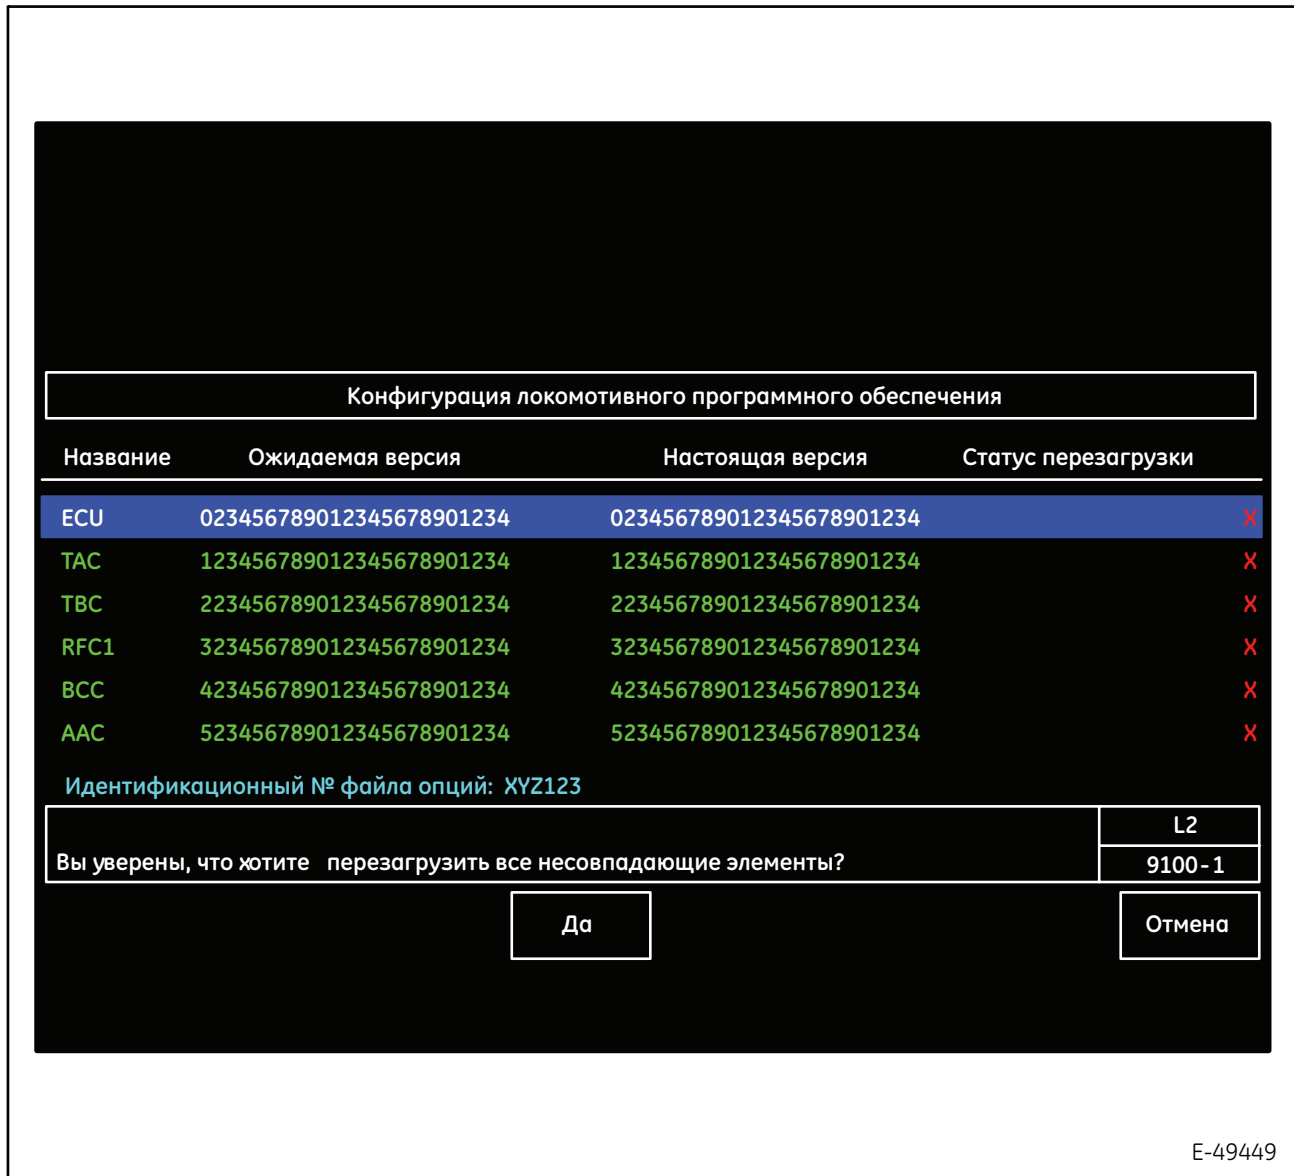

Рисунок 57. Типовой экран подтверждения конфигурации программного обеспечения локомотива (9100-1)
- Сенсорная клавиша F2 (**Clear Log**) (Очистка журнала) - стирает из журнала ранее записанные выбранные данные из экрана управления регистратором данных - пользовательского экрана подтверждения (9600-1, Рисунок 57).
3. Сенсорная клавиша F4 (**Reload Selected**) (Перезагрузить выбранное) - при нажатии этой сенсорной клавиши с дальнейшим подтверждением выбранная программа перезагружается; при этом отображается экран подтверждения конфигурации программного обеспечения локомотива (9100-1, Рисунок 57).